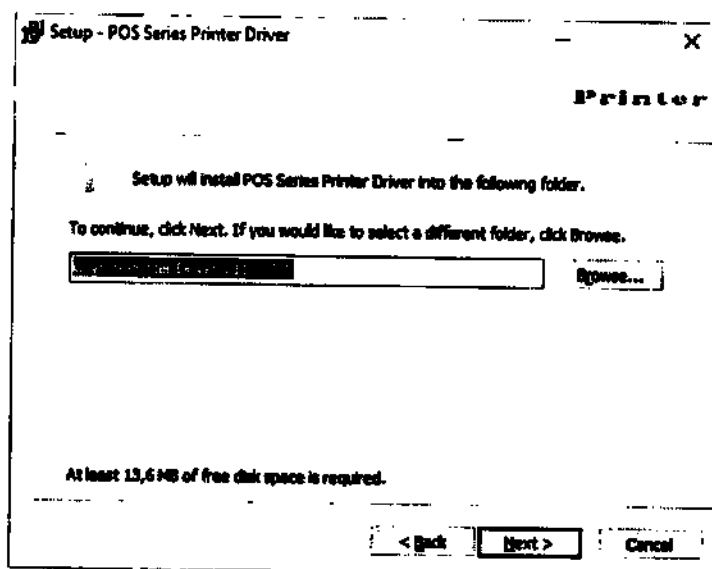

Рисунок 14
4. Установочный файл предложит записать программу на диск C:\ с одноименным названием папки и версии, устанавливаемого драйвера, после чего нажмите «Next» (Рисунок 14).